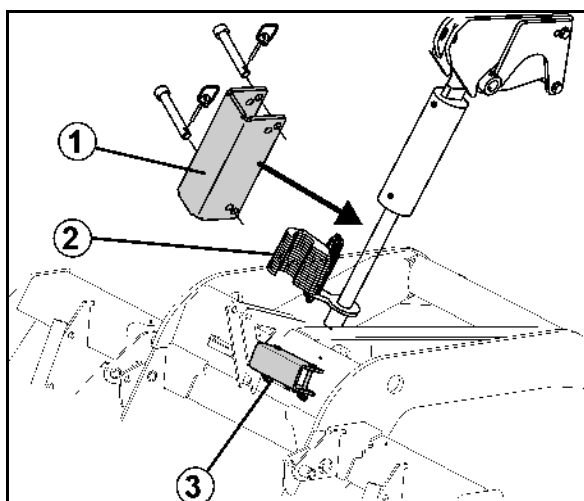

Fig. 10
- Mekanisk sikring på understellsylinder (Fig. 10/1) mot utilsiktet senking av tindene ved vedlikeholdsarbeider
2. Sving ut alle avstandselementer (Fig. 10/2) fra stempelstangen.
3. Ta ut sikringen fra parkeringsstillingen (Fig. 10/3).